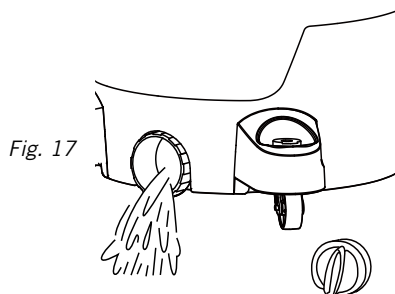

Fig. 17
27. Tras aspirar en mojado, vacíe el tanque recolector **10** soltando el tapón de drenaje. Drene los líquidos en un receptáculo o drenaje apto. **Fig. 17.** Recuerde volver a colocar la tapa de drenaje en el tanque recolector.